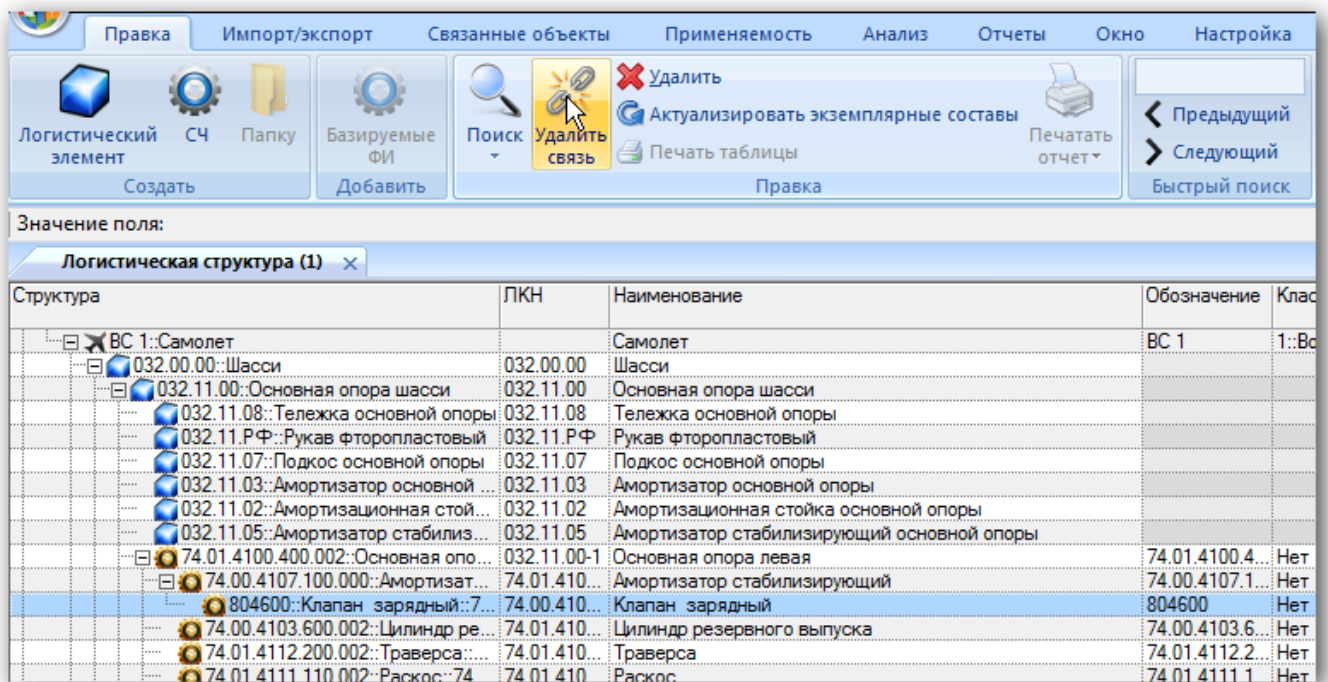

Рис. 10-38 – Удаление связи логистического элемента с родительским
- 2) Выбрать элемент ЛСИ в дереве (рис. 10-38). Для выделения нескольких объектов используйте клавиши CTRL и SHIFT.